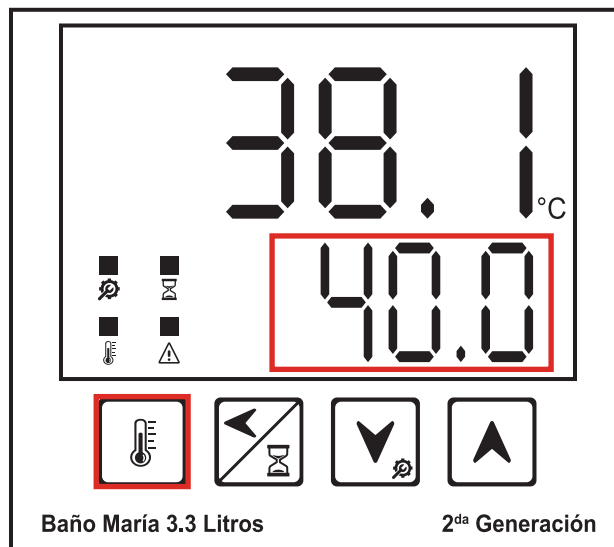

Figura 4. Ajuste de temperatura
- 3. Definir temperatura objetivo.** Presione el botón 7  para acceder al modo de ajuste de temperatura y establecer el valor. Cuando el número parpadee, indica que se encuentra en el modo de ajuste. Pulse el botón arriba para aumentar el valor y el botón abajo para disminuirlo. Mantenga pulsado para aumentar o disminuir el valor deseado. Una vez finalizado el ajuste, pulse el botón 7 para salir del modo de ajuste y volver al modo de medición normal. Ver figura 4.